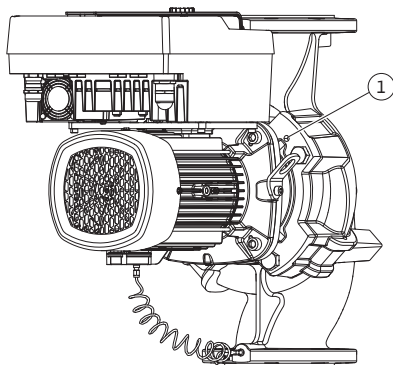

Fig. 10: Borttagning av instickssatsen via gänghålen
Lossa skruvarna (pos. 29) för pumptyp (Fig. III och Fig. IV). Använd de gänghål (Fig. 10, pos. 1) som sitter jämte, och använd lämpliga skruvar som tillhandahålls på plats (t.ex. M10 x 25 mm).